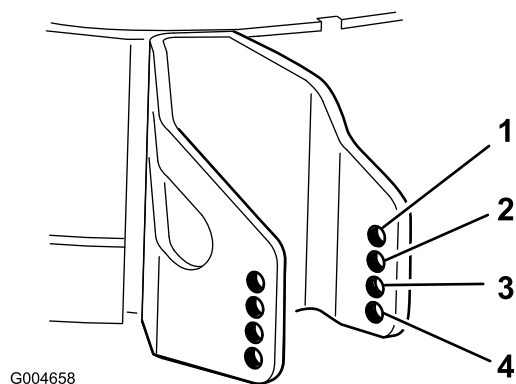

Figura 24
- Escolha a dimensão do orifício ideal para que o rolo anti-danos fique posicionado o mais próximo possível da altura-de-corte pretendida (Figura 24).